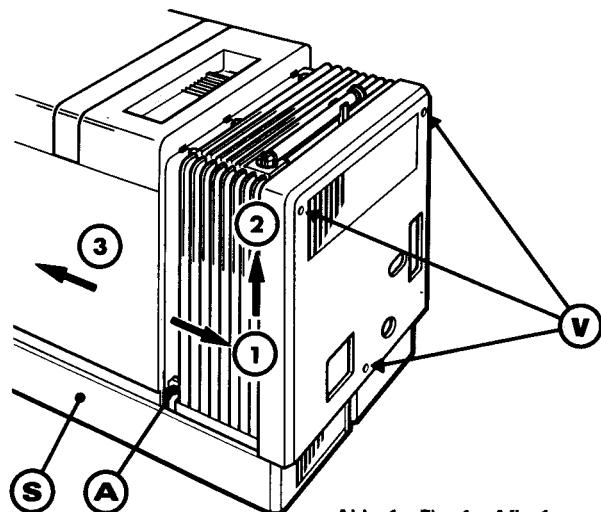
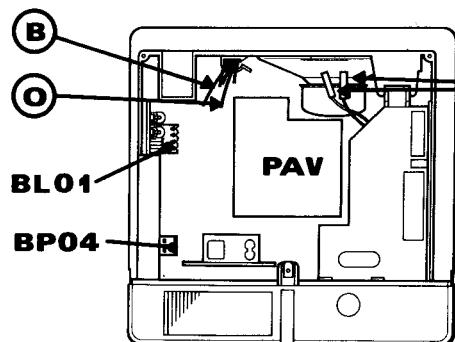

Abb. 1 Fig. 1 Afb. 1
Abb. 2 Fig. 2 Afb. 2
- Die 3 Schrauben «  » herausdrehen (Abb. 1).
- Das hintere Teil ca. 1 cm →  ① herausziehen, um die Zunge  auszuheben, anheben und dieses Teil  abnehmen.
- Verbindungen lösen (Abb. 2):
- Den Untersatz  festhalten und gleichzeitig das Gehäuse nach vorn →  ③ (Abb. 1) schieben, anheben und nach hinten kippen.
- Die zwei Verbindungsdrähte zwischen Vertikal-Ablenkeinheit und Anschluß BF01 von der Befestigung neben dem Lautsprecher lösen: weißer Draht  und orangener Draht  (Abb. 2).